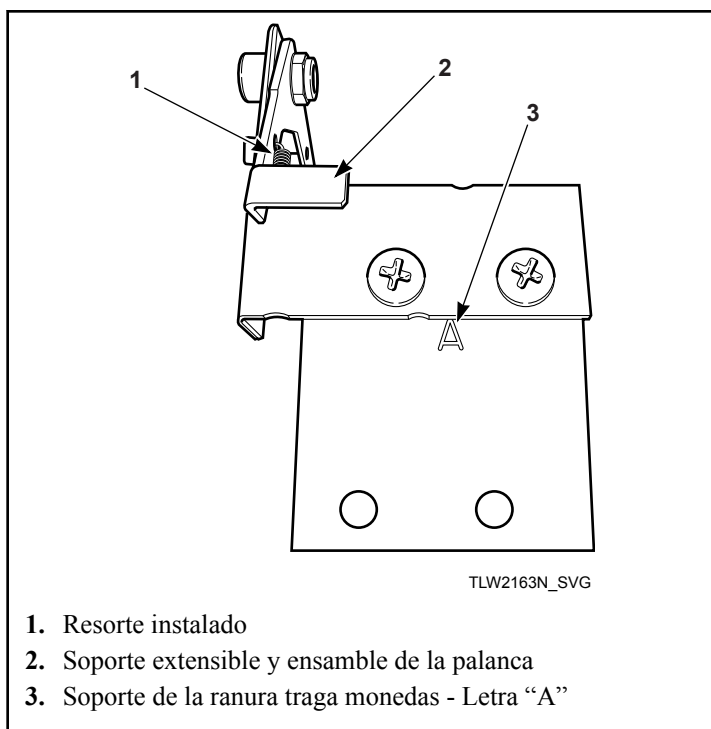

Figura 37
5. Instale el soporte extensible y el ensamblaje de la palanca sobre el soporte de la ranura traga monedas utilizando dos tornillos y contratueras. Consulte *Figura 37*.
IMPORTANTE: Instale el soporte de la ranura traga monedas con el lado "A" hacia arriba y hacia el soporte extensible y el ensamblaje de la palanca. Consulte *Figura 37*.